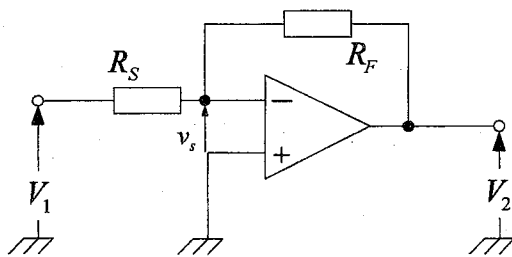

図3 反転増幅器
- (1) 図3の反転増幅回路を、 $R_S = R_F = 10\text{k}\Omega$ （抵抗の値は4桁程度に詳しく測定し、報告書にて報告すること。以下同じ）として構成せよ。
- (2) V_1 を $-10\text{V} \sim +10\text{V}$ （電源電圧の範囲内）で 2V 毎に変化させ、 V_2 と v_s を測定せよ。
- (3) 次に、 R_F を変化させて、 V_2 の変化を測定せよ。ただし、 V_1 は 1V 一定にする。